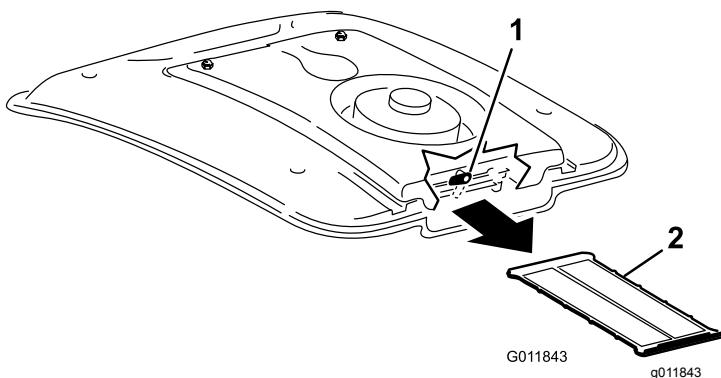

Figura 115
- Ruotate di lato il dispositivo di chiusura sulla parte posteriore del supporto della ventola (Figura 115).
- Estraete la griglia A/C da sotto la serpentina refrigerante (Figura 115).
- Pulite accuratamente la griglia con aria compressa (Figura 115).